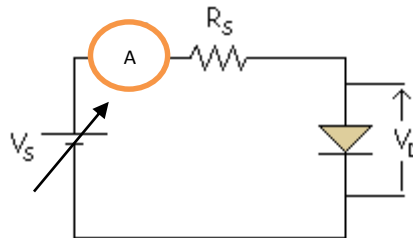

Figura 01. Circuito para hallar la curva característica del diodo semiconductor.
**5.1 Curva característica del diodo.-** Simular el circuito de la figura 01 en Proteus, armar el circuito en protoboard,  $R_s = 1\text{ k}\Omega$ ,  $V_s$  deberá variar desde 0.2 a 5 Voltios en pasos de 0.2 V. Para cada paso, se deberá anotar los valores de  $I_D$ , y  $V_D$ .